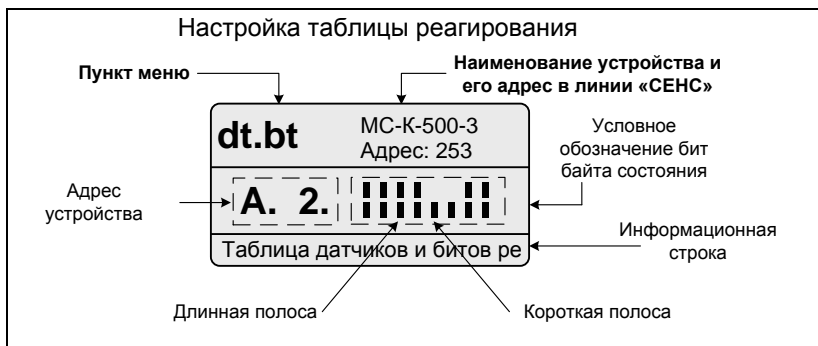

Рисунок 16
3.7.7.2 Запись таблицы содержит адрес устройства и восемь вертикальных полос (рисунок 16).